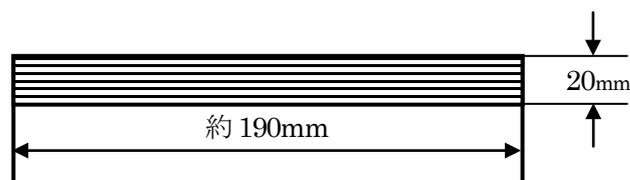

図2 羽部分の寸法と切り出し位置
- (3) 図2のように側面部分の約190mmの長さをそのまま利用し、幅20mmの帯を切り出す。